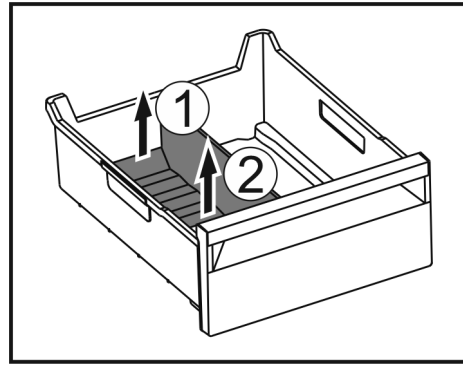

Fig. 113
► 提升冰格分隔器后部。 Fig. 113 (1)
► 向上取出冰格分隔器。 Fig. 113 (2)